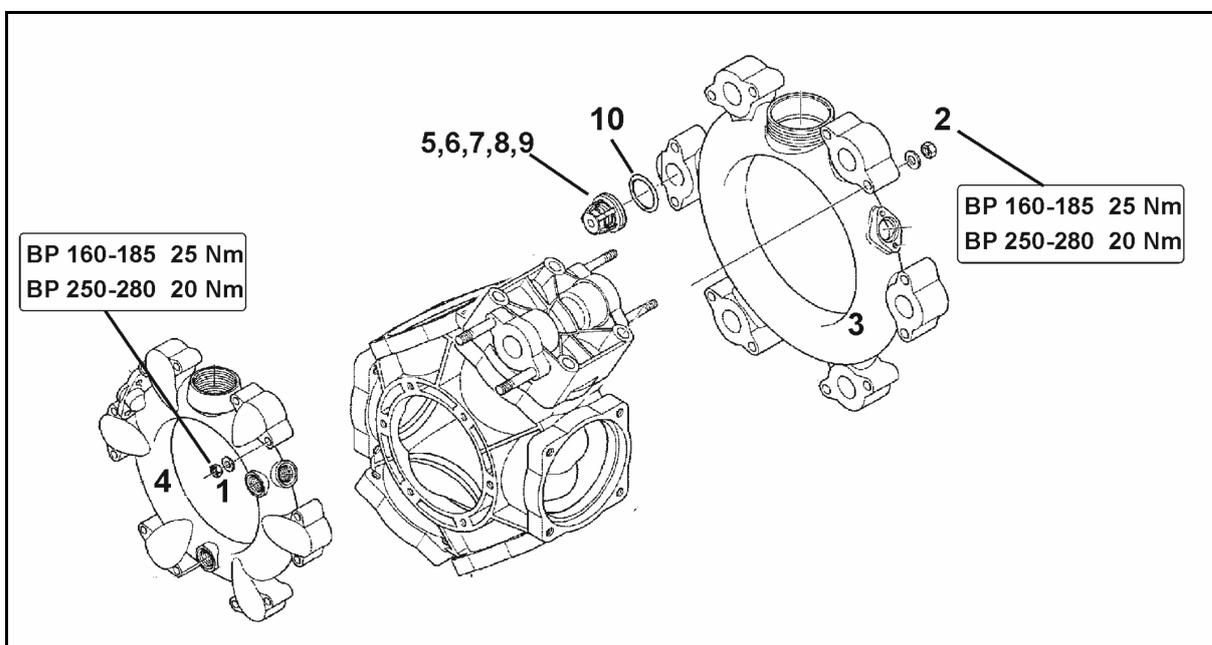

Fig. 192
2. Suelte los tornillos (Fig. 192/1).
3. Retire la tapa de la válvula (Fig. 192/2).
4. Compruebe si está dañada la membrana del émbolo (Fig. 192/4) y en anillo de la cuña (Fig. 192/5).
1. Afloje el tornillo (Fig. 192/3) y retire la membrana del émbolo (Fig. 192/4) junto con la arandela de retención del pistón.